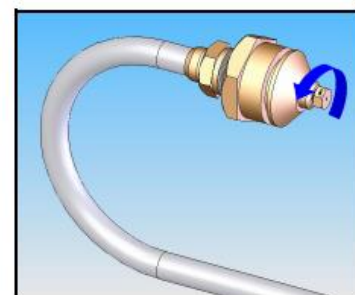

Figure 5
- Dismantle current injector, and insert a new injector appropriate to gas system intended to use instead of it (Figure 5).
- Bauen Sie die vorhandene Druckdüse (Injektor) aus und setzen Sie die für das Gassystem geeignete neue Druckdüse (Injektor) dafür ein (Bild 5.).